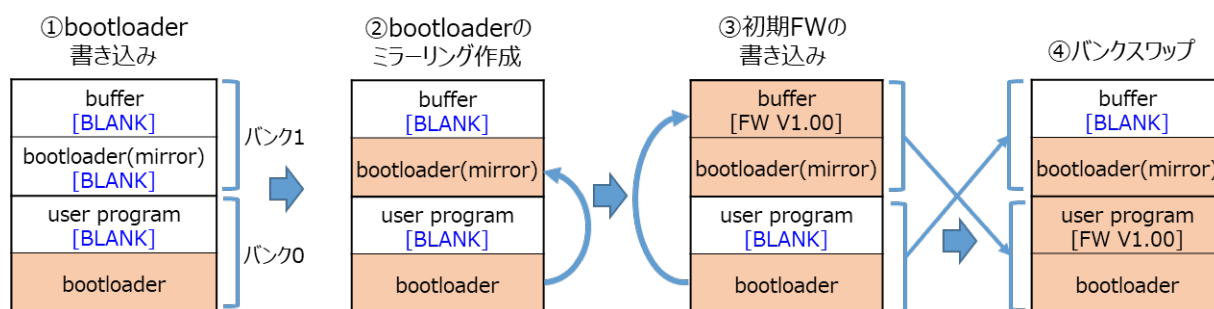

図 1-3 デュアルモードのファームウェアアップデートの初期設定
デュアルモードのファームウェアアップデートの初期設定の動作を図 1-3 に示します。
本 FIT モジュールでは、内蔵フラッシュに書き込む初期ファームウェアを生成するためのツール (Renesas Image Generator) を提供しています。このツールでは、ユーザプログラムをみの初期ファームウェア、およびブートローダとユーザプログラムで構成される初期ファームウェアを生成することができます。ブートローダとユーザプログラムで構成される初期ファームウェアをフラッシュライタなどで内蔵フラッシュに書き込むことにより、図 1-3 の④の状態にすることができます (bootloader(mirror)の領域は、ブートローダを実行した際に書き込みます)。
また、ブートローダプログラムをビルドし、生成された mot ファイルを内蔵フラッシュに書き込むことにより、図 1-3 の①の状態にすることができます。内蔵フラッシュにブートローダのみを書き込んだ場合は、ブートローダの機能を使ってユーザプログラムのみの初期ファームウェアを内蔵フラッシュに書き込みます。